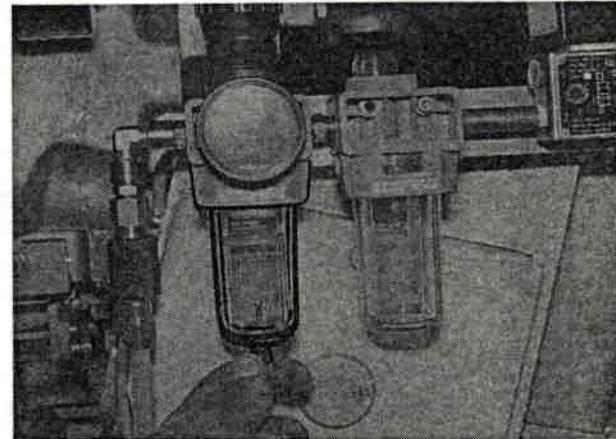

Bild 93
1. Verschlußschrauben unter den Auffanggläsern lösen (Bild 93) und Wasser ablassen.